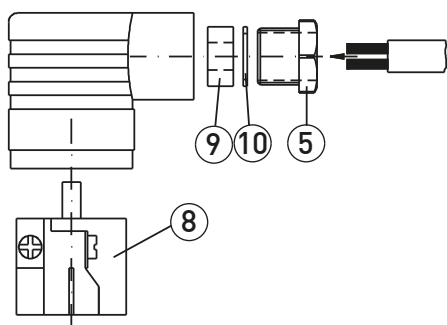

Abb. 4
- ↗ Führen Sie die Anschlussleitung durch die Kabelverschraubung ⑤, den Druckring ⑩ und den Gummieinsatz ⑨ in die Leitungsdose ein (→ Abb. 4).